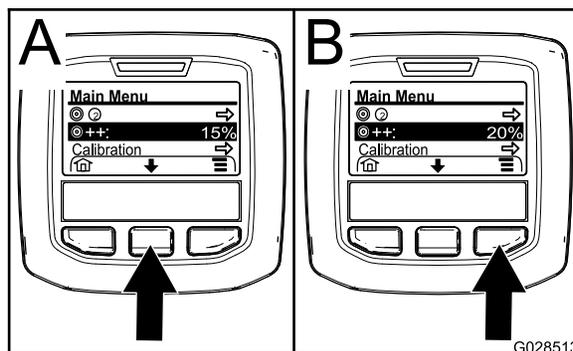

Рисунок 67
2. При необходимости нажмите среднюю кнопку выбора, чтобы выделить функцию увеличения нормы внесения (Рисунок 67).
Примечание: Значок увеличения нормы внесения выглядит как два символа (+) справа от метки в виде «бычьего глаза» (Рисунок 67).
3. Нажмите правую кнопку выбора (Рисунок 67), чтобы увеличить степень увеличения нормы внесения приращениями по 5% (максимум 20%).